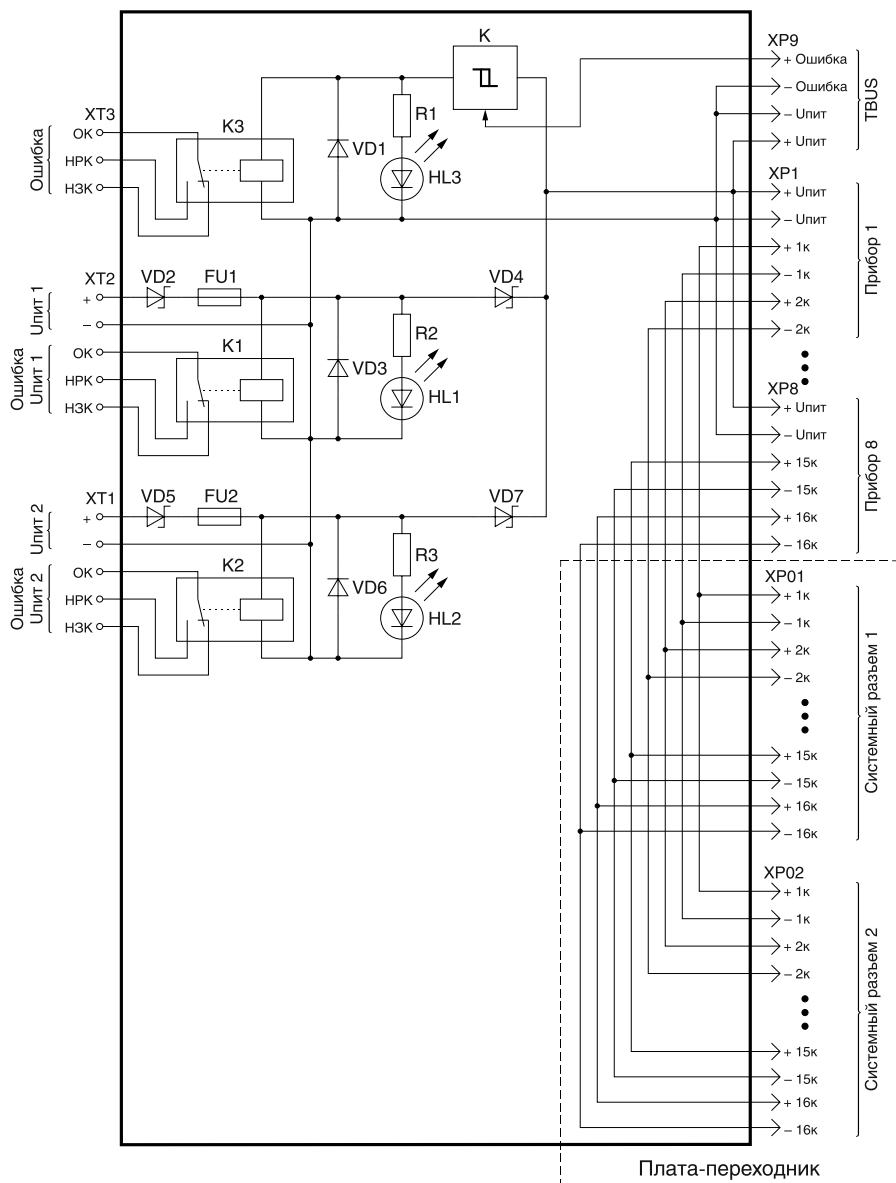

Рисунок 1 — Функциональная схема шестнадцатиканальной платы для восьми приборов
5.7 Платы содержат следующие однотипные функциональные элементы и узлы (см. рисунок 1):
- компаратор (K) сигнала «Ошибка».